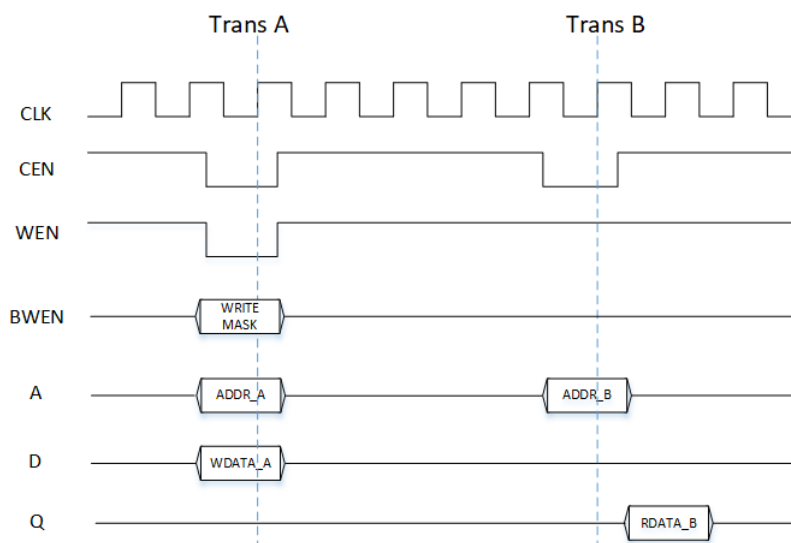

图 1.4: Memory 读写时序
**Memory 控制与行为描述** 图 1.4 是一个 RAM 的读写时序图，Trans A 是一个写请求，Trans B 是一个读请求。写部分数据是 BWEN 控制的，参考图 2 的具体连接方法。Trans B 时钟上升沿采到到输入读请求，下一个 cycle 将数据输出到 Q 端。